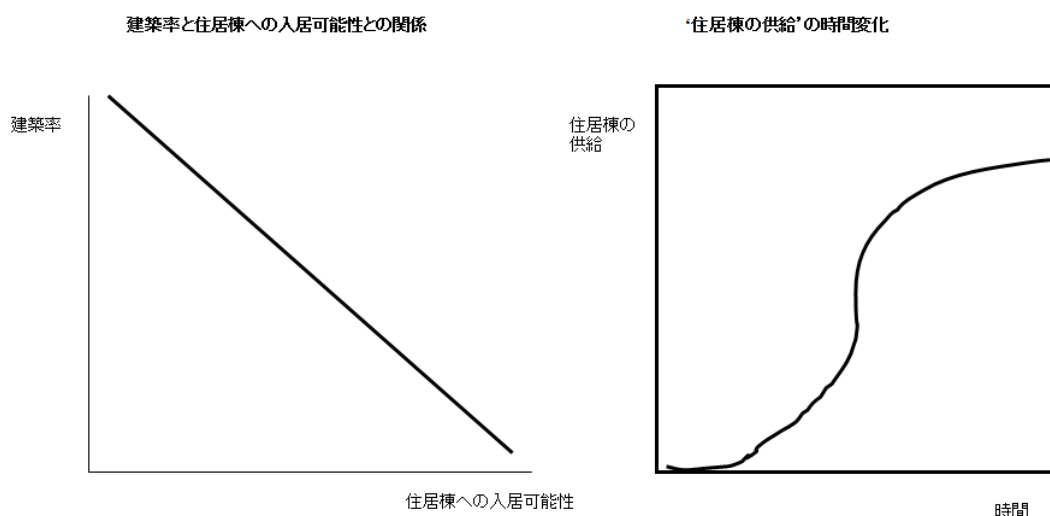

図7：主要因子の変化（時系列変動図）例
次に、グループ間の関係に強い影響を与えている重要なキーワードや注目したいものの挙動を確認しましょう。重要なキーワードは以下「因子」と呼びます。クラスターの中で重要な因子を選び、その時間的変化の傾向を簡単に記載してみてください。この時間的変化を表した図を時系列変動図 (time behavior chart) と呼びます。因子によっては、時間ではなく、影響を受ける別の因子で挙動が決まるものもあります。その場合は、影響を受ける因子との関係を挙動図に表して下さい。図7に例を示しています。この変動図を描くことで、
- ・直線的な減少（図 7 の左のようなパターン）
- ・S 字型飽和曲線（図 7 の右のようなパターン）